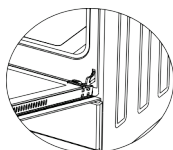

Figura 2.1
2. Observe cuidadosamente as dobradiças da porta identificar um tipo de pequenos ganchos. Estes pequenos ganchos são as patilhas de bloqueio das dobradiças da porta (figura 2.1).